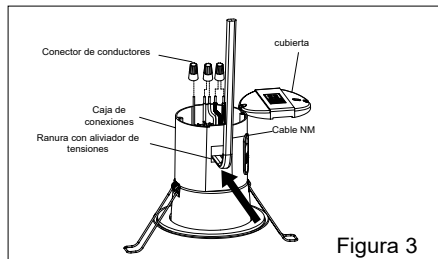

Figura 3
4. Afloje uno de los tornillos de cabeza Phillips que sujetan la cubierta de la caja de conexiones, y apártela a un lado para abrir el cajetín. Inserte entre 5" y 6" del cable NM en el cajetín de conexiones a través de una de las ranuras con aliviador de tensiones provistas (figura 3).
5. Retire al menos 3" de la cubierta exterior del cable y quite la envoltura plástica o de papel. Retire aproximadamente 3/8" de aislante de los extremos de todos los cables de alimentación. Con el uso de los conectores de conductores, haga las siguientes conexiones en el interior de la caja de conexiones (figura 3). **Nota:** este artefacto no requiere un cable de conexión a tierra. Asegure extremo del cable de conexión a tierra juntos en un conector de cable.